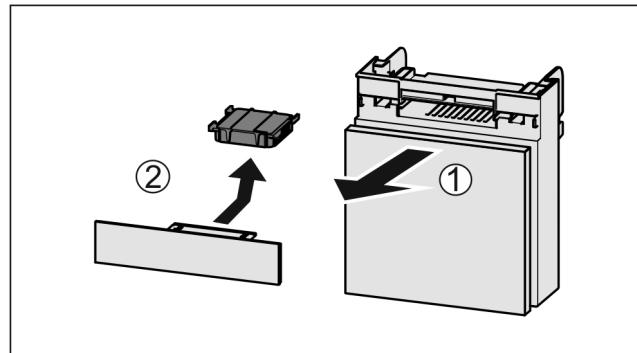

Fig. 83
- Издърпайте Fig. 83 (1) напред отделението.
- Извадете Fig. 83 (2) филтъра с активен въглен.